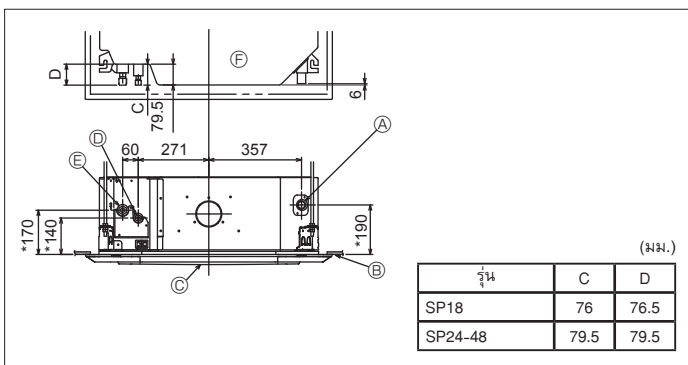

Fig. 3-3
3.3. ตำแหน่งในการเดินท่อสารทำความเย็นและท่อระบายน้ำของเครื่องภายใน (Fig. 3-3)